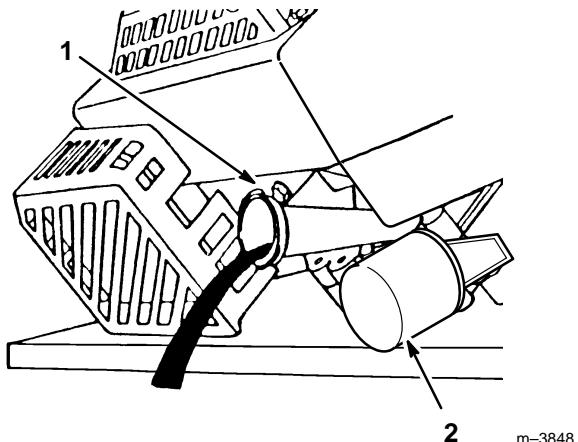

Figure 19
4. Incline la cortadora hacia el lado izquierdo, dejando que el aceite fluya hacia la bandeja de drenaje (Fig. 19).
Reemplazar el filtro de aceite (Fig. 19) después de cada 100 horas de funcionamiento o una vez al año, lo que ocurría primero.